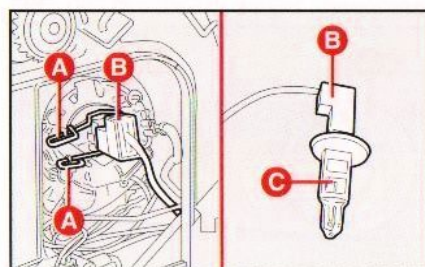

Abb. 19
2) Die Federklammer **A**, **Abb. 19** ausrasten, die Steckverbindung **B** abziehen und die Lampe **C** entfernen.